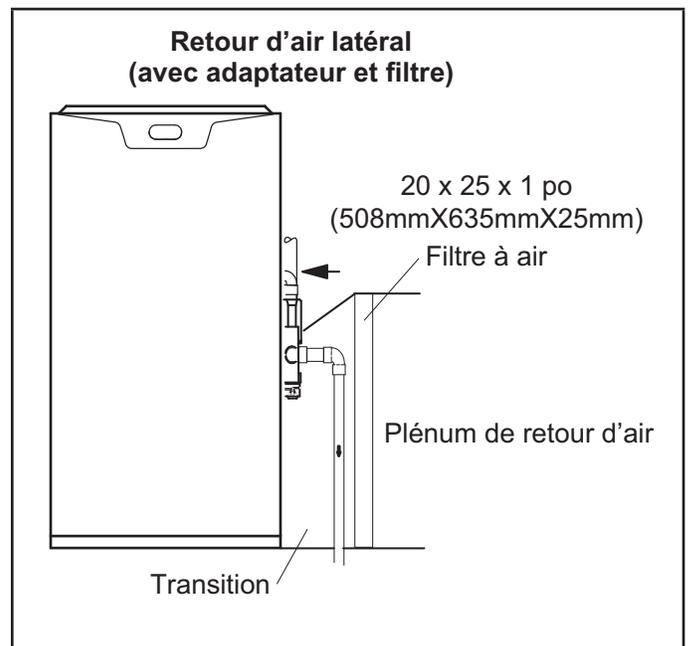

FIGURE 13
**Le EL296UHE avec retour d'air latéral et purgeur de condensat sur le même côté de l'enceinte (le purgeur peut être installé à une distance de 5 pieds maximum) nécessite une base de reprise d'air ou un adaptateur (non fourni) permettant d'installer un accessoire d'amélioration de la qualité de l'air intérieur (IAQ) facultatif de hauteur supérieure à 14,5 po. Voir la FIGURE 13.**